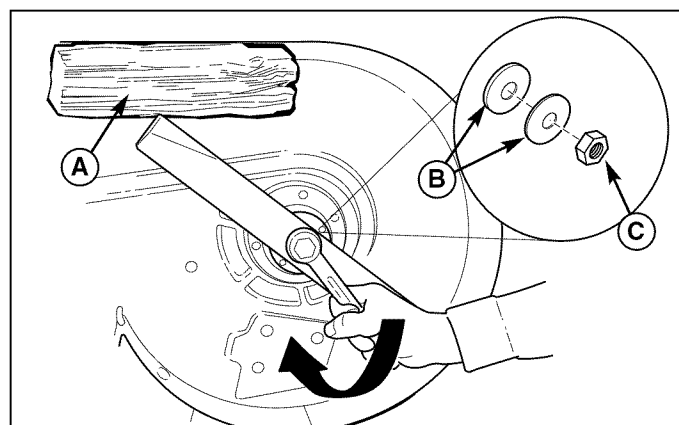

Figura 13. Instalación de la cuchilla en los cortacéspedes (cortacéspedes de 107 cm [42 pulg.])
3. Retire la tuerca (C, Figura 13), o las arandelas de resorte (B), y la cuchilla.
6. Vuelva a instalar las arandelas de resorte (B, Figura 13) y la tuerca (C). Use un bloque de madera (A) para evitar la rotación de la cuchilla mientras aprieta la tuerca (C) de 95 a 108 Nm (70 a 80 lb./pie).